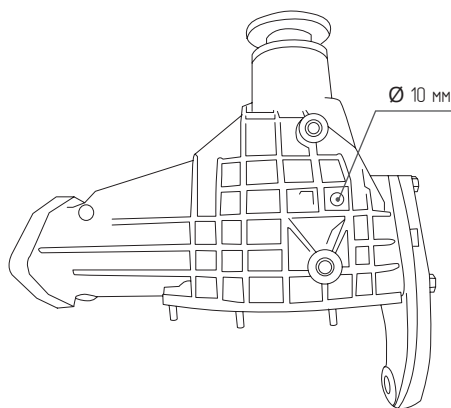

Рис. 9
1. Просверлите в редукторе переднего моста сквозное отверстие диаметром 10 мм в участке, указанном на **Рис. 9**, (см. раздел **Инструменты**).